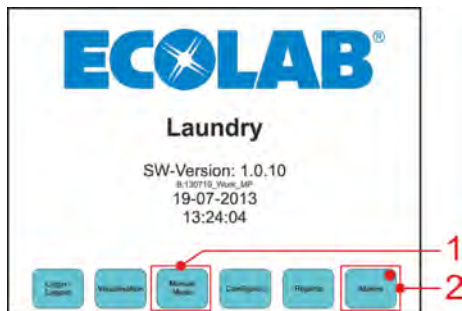

Abb. 7: Systemstart / Hauptmenü
Drücken Sie den Knopf „Alarms“ (siehe ↗ Kapitel 6.2.2 „Umschaltung „Manueller Modus“ (Manual Mode)/Alarmer (Alarms)“ auf Seite 28, Abb. 7, Pos. 2) auf dem Touchscreen der Steuerung.
Drücken Sie den Knopf „Login/Logout“ (siehe ↗ Kapitel 6.2.2 „Umschaltung „Manueller Modus“ (Manual Mode)/Alarmer (Alarms)“ auf Seite 28, Abb. 7, item 3) auf dem Touchscreen der Steuerung.